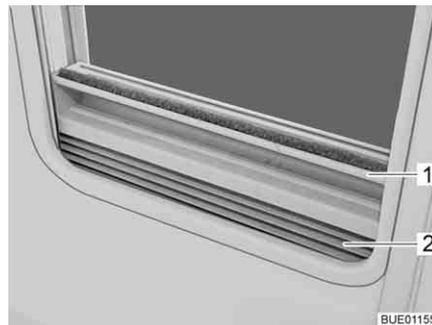

Fig. 33 Dispositif occultant plissé
- Saisir le dispositif occultant plissé (Fig. 33,2) par le centre de la barre-poignée (Fig. 33,1), le tirer du bas vers le haut et le relâcher à la hauteur voulue. Le dispositif occultant plissé reste alors à cette hauteur.